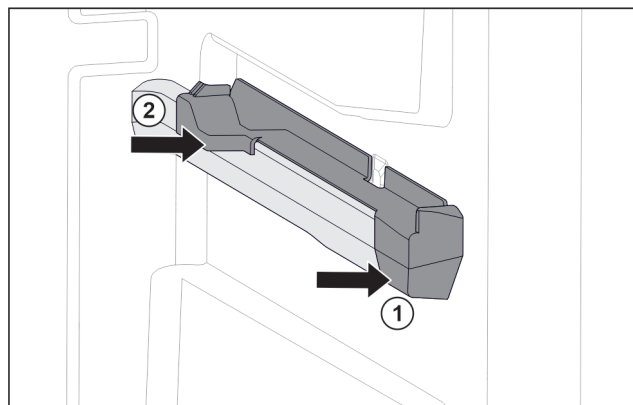

Fig. 51 Nasazovací díl na pravém žebrování na nádoby
- Nasadte nasazovací díl na žebrování na nádoby. Fig. 51 (1)
- Přitlačte nasazovací díl k zadní části. Fig. 51 (2)